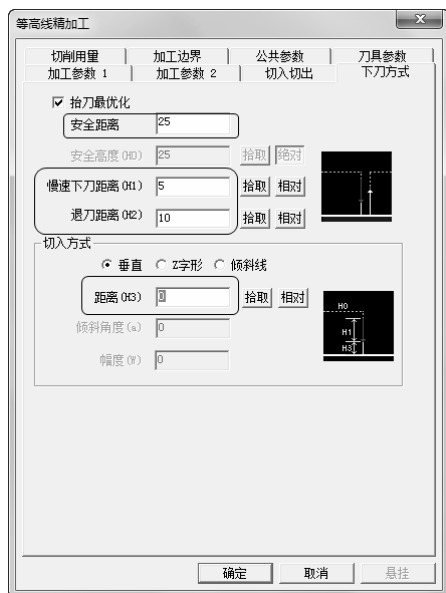

图 3-62 “下刀方式”选项卡
4) 单击“下刀方式”选项卡，勾选“抬刀最优化”，设置“切入方式”为“垂直”。具体“安全距离”、“慢速下刀距离”、“退刀距离”、“距离”参数数值如图 3-62 所示。